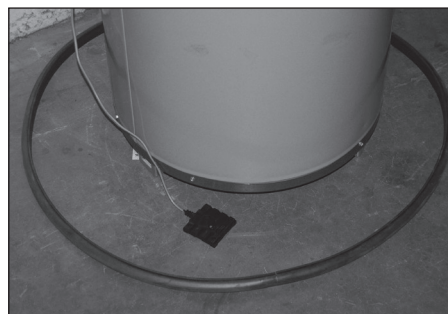

Figura 3
- Instalar la almohadilla de detección de agua debajo del calentador de agua con la placa de circuito verde hacia abajo. La almohadilla de detección de agua debe estar en posición horizontal sobre el piso o en una bandeja de drenaje. Direccionar el cable conector a la unidad de control e insertar el conector entrelazado en la placa de circuito. **Figura 3**